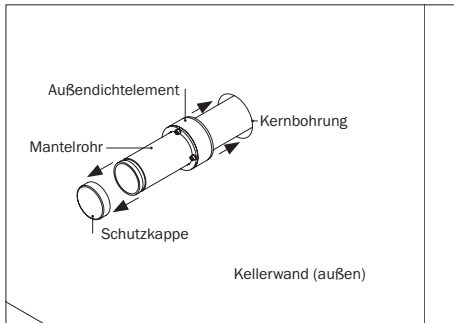

Abbildung 5.3: Schutzkappe entfernen und **Außendichtelement** über das Mantelrohr in die Kernbohrung schieben
- Nehmen Sie außenseitig die Schutzkappe vom vormontierten Mantelrohr und bewahren Sie diese auf (s. Abbildung 5.3).
- Schieben Sie das **Außendichtelement** außenseitig über das Mantelrohr bis in die Kernbohrung, sodass dieses bündig mit der Kellerwand abschließt und nur noch die Schrauben des Außendichtelements hervorstehen (s. Abbildung 5.3).